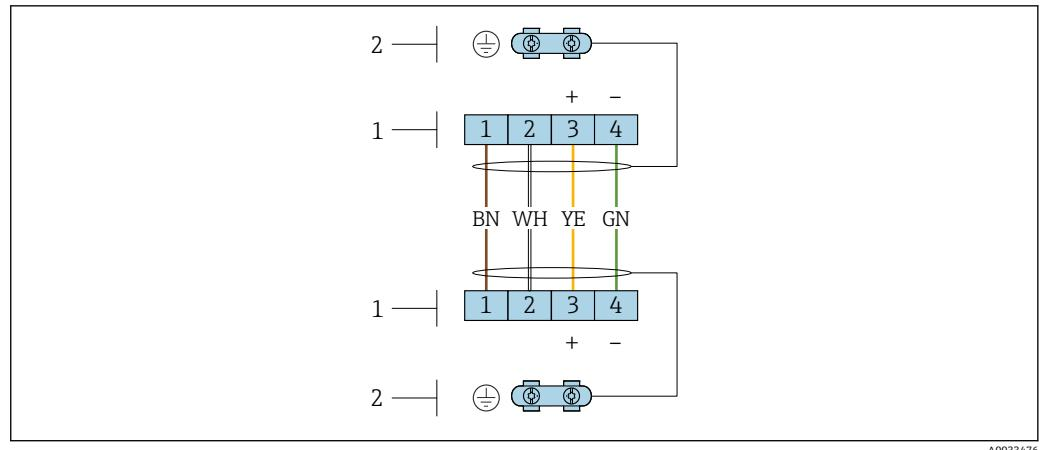
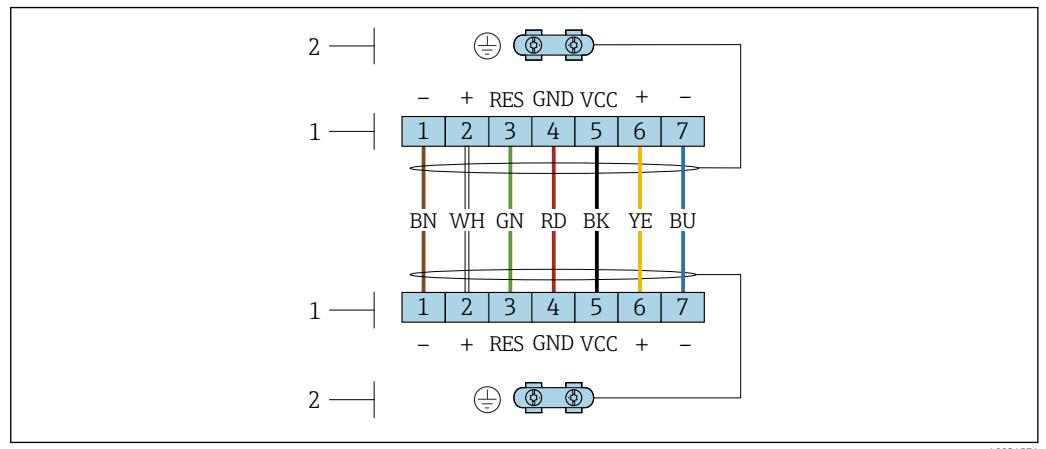

図 2 センサ接続ハウジングおよび変換器壁ホルダーの端子部の端子
図 3 センサ接続ハウジングおよび変換器壁ホルダーの端子部の端子
5. 接続ケーブルを配線します→ 図 2, 図 27→ 図 3, 図 27。